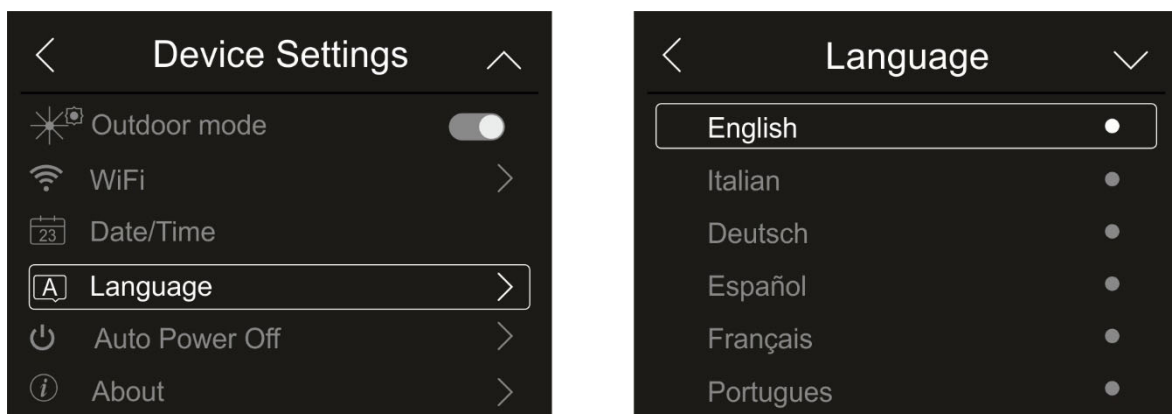

Abb. 20: Einstellung der Systemsprache
1. Berühren Sie "Language", um sie Sprache des Systems einzustellen. Die Bildschirmseite in der Abb. 20 – rechte Seite erscheint im Display: